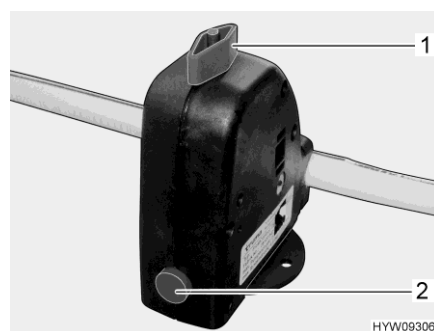

Fig. 114 Valve de sécurité et de vidange (chauffe-eau)
Le chauffe-eau est équipé d'une valve de sécurité et de vidange (Fig. 114). La valve de sécurité et de vidange empêche que l'eau ne gèle dans le chauffe-eau lorsque le chauffage n'est pas allumé en cas de gel.
- Fermer la valve de sécurité et de vidange. Tourner pour cela le bouton rotatif (Fig. 114,1) dans le sens transversal par rapport à la valve de sécurité et de vidange et enfoncer le bouton-poussoir (Fig. 114,2).
- Ouvrir la valve de sécurité et de vidange. Tourner le bouton rotatif (Fig. 114,1) dans le sens longitudinal par rapport à la valve de sécurité et de vidange. Le bouton-poussoir (Fig. 114,2) ressort. Le chauffe-eau est vidé à l'extérieur par le biais de la valve de sécurité et de vidange.